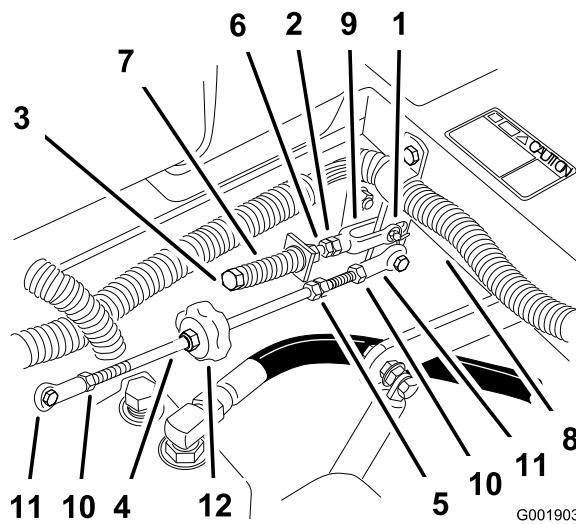

Figura 69
8. Se occorre regolare, allentate il dado e il controdado contro la forcella (Figura 69).
9. Premete leggermente indietro la leva di comando del movimento, e girate la testa del bullone di regolazione nella direzione opportuna finché la leva di comando non si trova al centro, in posizione di bloccaggio in folle (Figura 69).
10. Serrate il dado e il controdado (Figura 69).